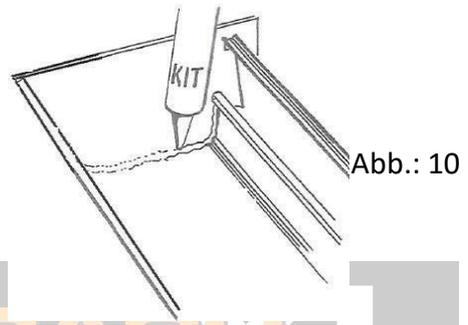

Abb.: 10
- Dichten Sie die Innenseite der Rinne und Seitenkappen mit Silikon ab. (Abb.: 10)